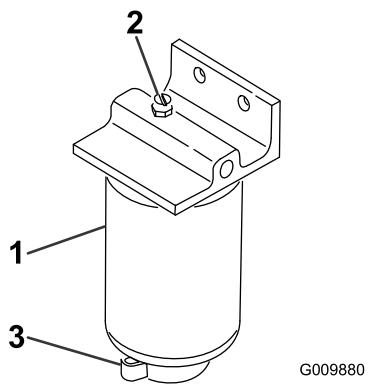

図 60
2. フィルタ容器 (図 60) 下部のドレン・プラグをゆるめて水や異物を流し出す。
1. フィルタ容器(図 60)の周辺をウェスできれいにぬぐう。